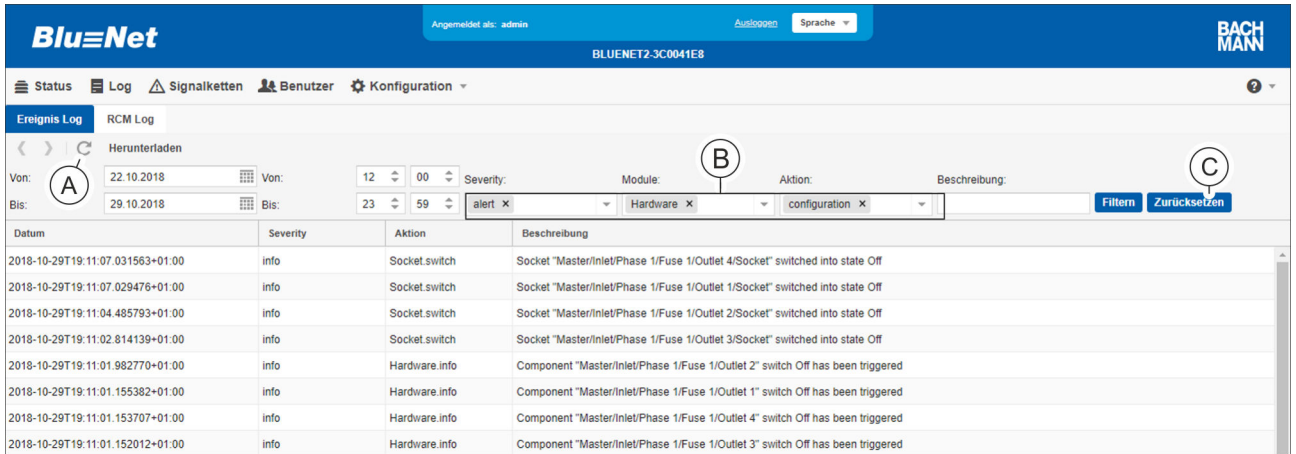

Abb. 122: Filter entfernen
1. ➔ Über die Schaltfläche **x** im jeweiligen Filter (Abb. 122/ⓑ) den Filter entfernen. Alternativ alle Filter über die Schaltfläche „Filter zurücksetzen“ (Abb. 122/ⓒ) entfernen.
2. ➔ Auf die Schaltfläche **↻** (Abb. 122/ⓐ) klicken.